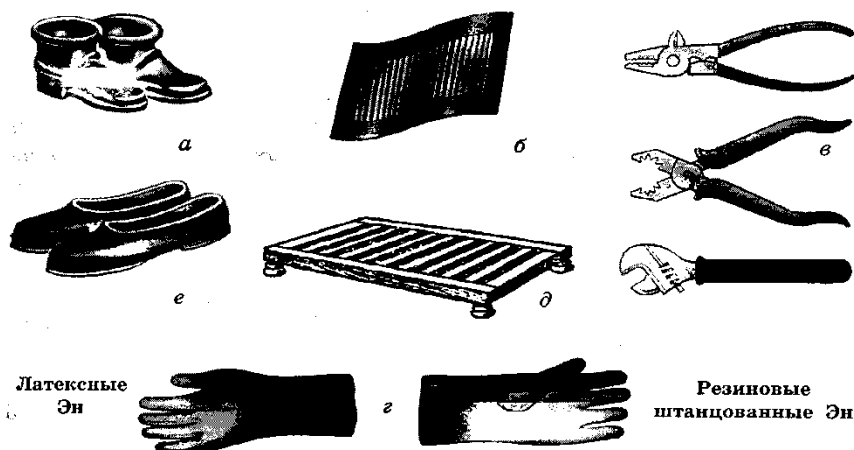

Рис. 4. Электрозащитные средства:
- электрозащитные средства (диэлектрические перчатки, галоши, коврики) (рис. 4).